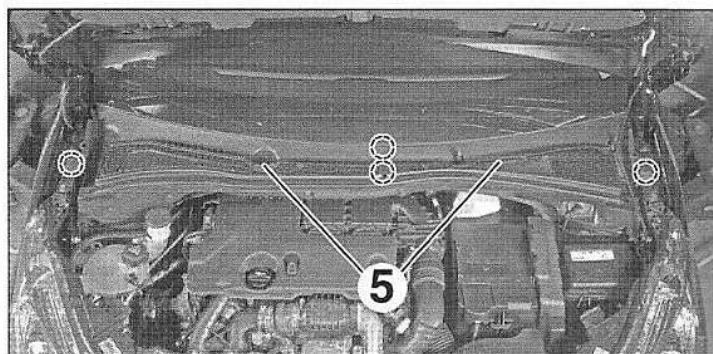

FIG.58
- Dégrafer, sur toute la longueur du pare-brise, les grilles d'auvent (5) en commençant par celle côté conducteur (Fig.58).